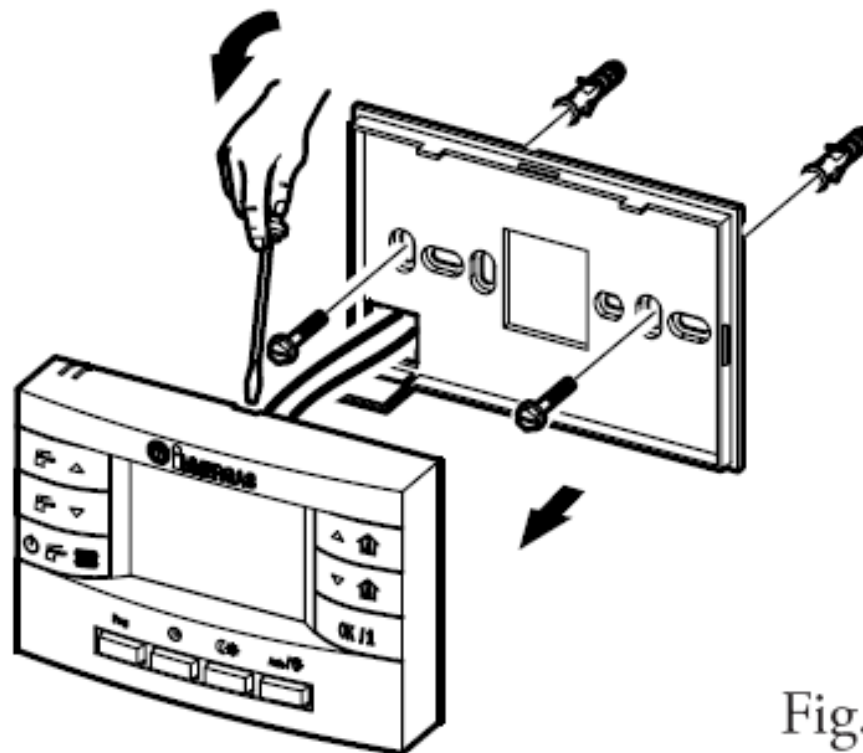

Fig. 1
1) Отделите крепежную панель от корпуса CRD, нажав отверткой в специальный вырез в корпусе (Fig.1).
2) Закрепите на стене монтажную панель, используя для этого предусмотренные в ней отверстия и прилагаемые шурупы (Fig.1).
4) Легким нажатием установите корпус CRD на монтажную панель, (Fig.1).